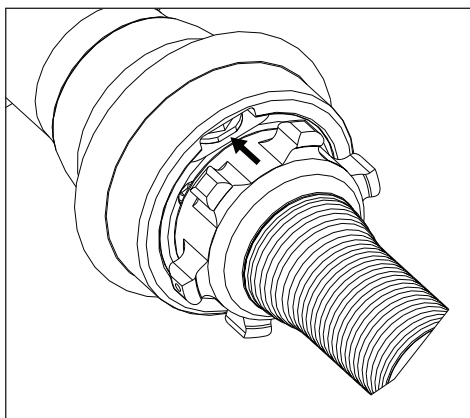

Figura 5, Posizione neutra
- Per interrompere il movimento della lama, rilasciare la manopola che tornerà automaticamente in posizione neutra. Vedere la figura 5.